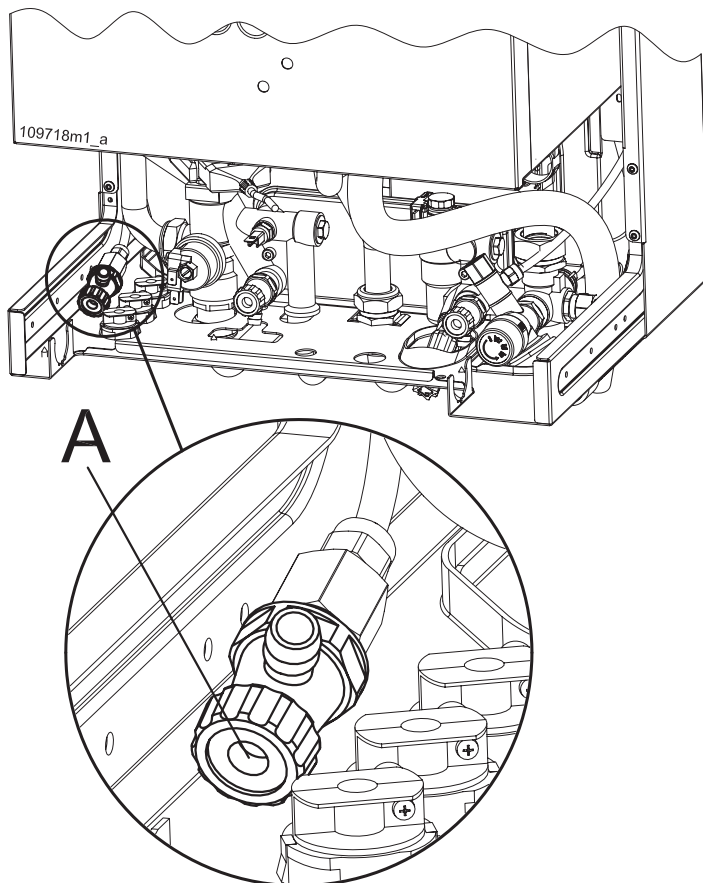

Figura 33 - Rubinetto di sfiato dello scambiatore secondario
- collegare al rubinetto di sfiato "A" di figura 33, un tubo di gomma e convogliarlo ad uno scarico di un lavello o simile;
- aprire il rubinetto "A" di cui alla figura 33 fino a sentire l'aria che esce ed attendere fino a che non esce solo acqua;
- chiudere il rubinetto "A" di figura 33;